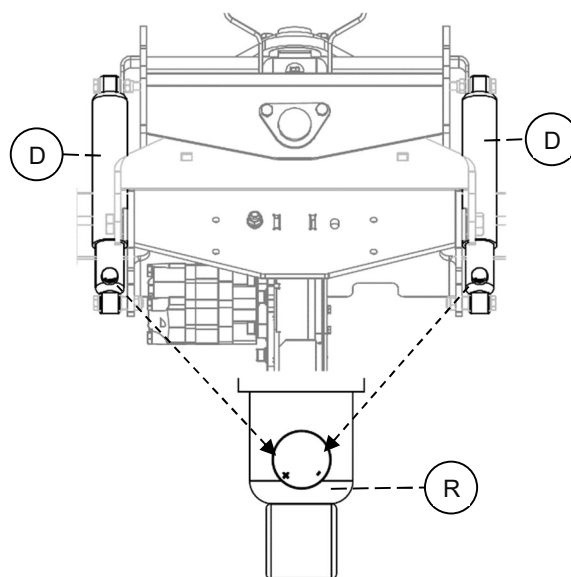

Bild.4 – Stötdämpare justering, grundinställning är 5 "klick" från helt stängd.
För att ge en lugnare och stabilare gång är sopvalsen utrustad med två stötdämpare (D) (art. nr SOP980247). Graden av dämpning går att justera, en grundinställning utav detta görs genom att vrida in ratten (R) för hands på dämpare (D) tills den är helt stängd. Efter detta så öppnas ratten 5 "klick" lägen på båda dämparna - se Bild.4.